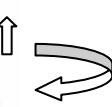

Figura 2
- Girar el mando de accionamiento en sentido horario de modo que este quede en la "posición marcha", (figura 2).